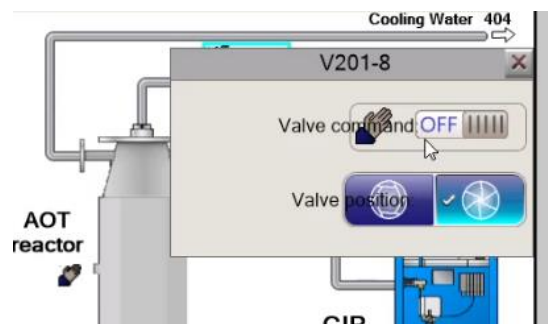

Figura 88- control manual vàlvules tractament d'aigua
2. Un cop activat el mode manual, podrem escollir quines vàlvules volem obrir, per exemple la V201-8 que és la vàlvula de control de caudal de sortida del sistema. Un cop pitgem sobre ella se'ns desplegarà el següent menú (*Figura 88*).